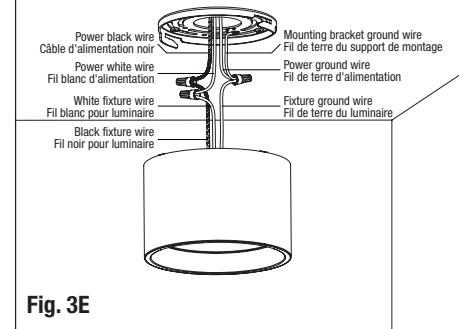

Fig. 3E
3. Connect the luminaire wire and power with wire nuts (Fig. 3E).
3. Connectez le fil du luminaire et l'alimentation à l'aide de capuchons de connexion (Fig. 3E).